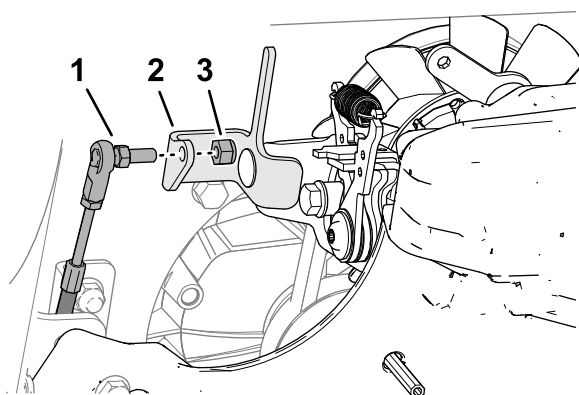

Figura 50
1. Retire la contratuerca ($\frac{1}{4}$ ") que sujeta el acoplamiento del cable de control de tracción al soporte de control del transeje, y separe el cable del soporte (Figura 50).